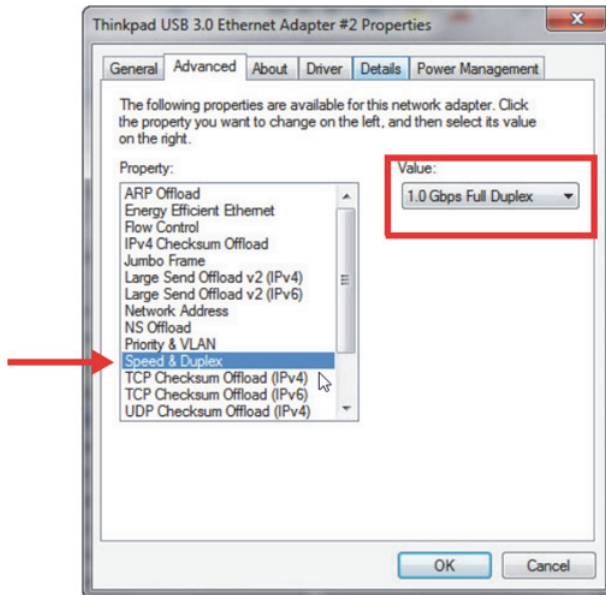

Figura 7-3 Configurazione Speed & Duplex
- Nella scheda **Advanced** (Avanzato) in **Properties** (Proprietà), selezionare **Speed & Duplex** (Velocità e duplex) e, in seguito, in **Value** (Valore), cambiare il valore con **1.0 Gpbs Full Duplex** (Full duplex 1,0 Gpbs) o **Auto-Negotiation** (Negoziazione automatica) [Figura 7-3 a pagina 78].